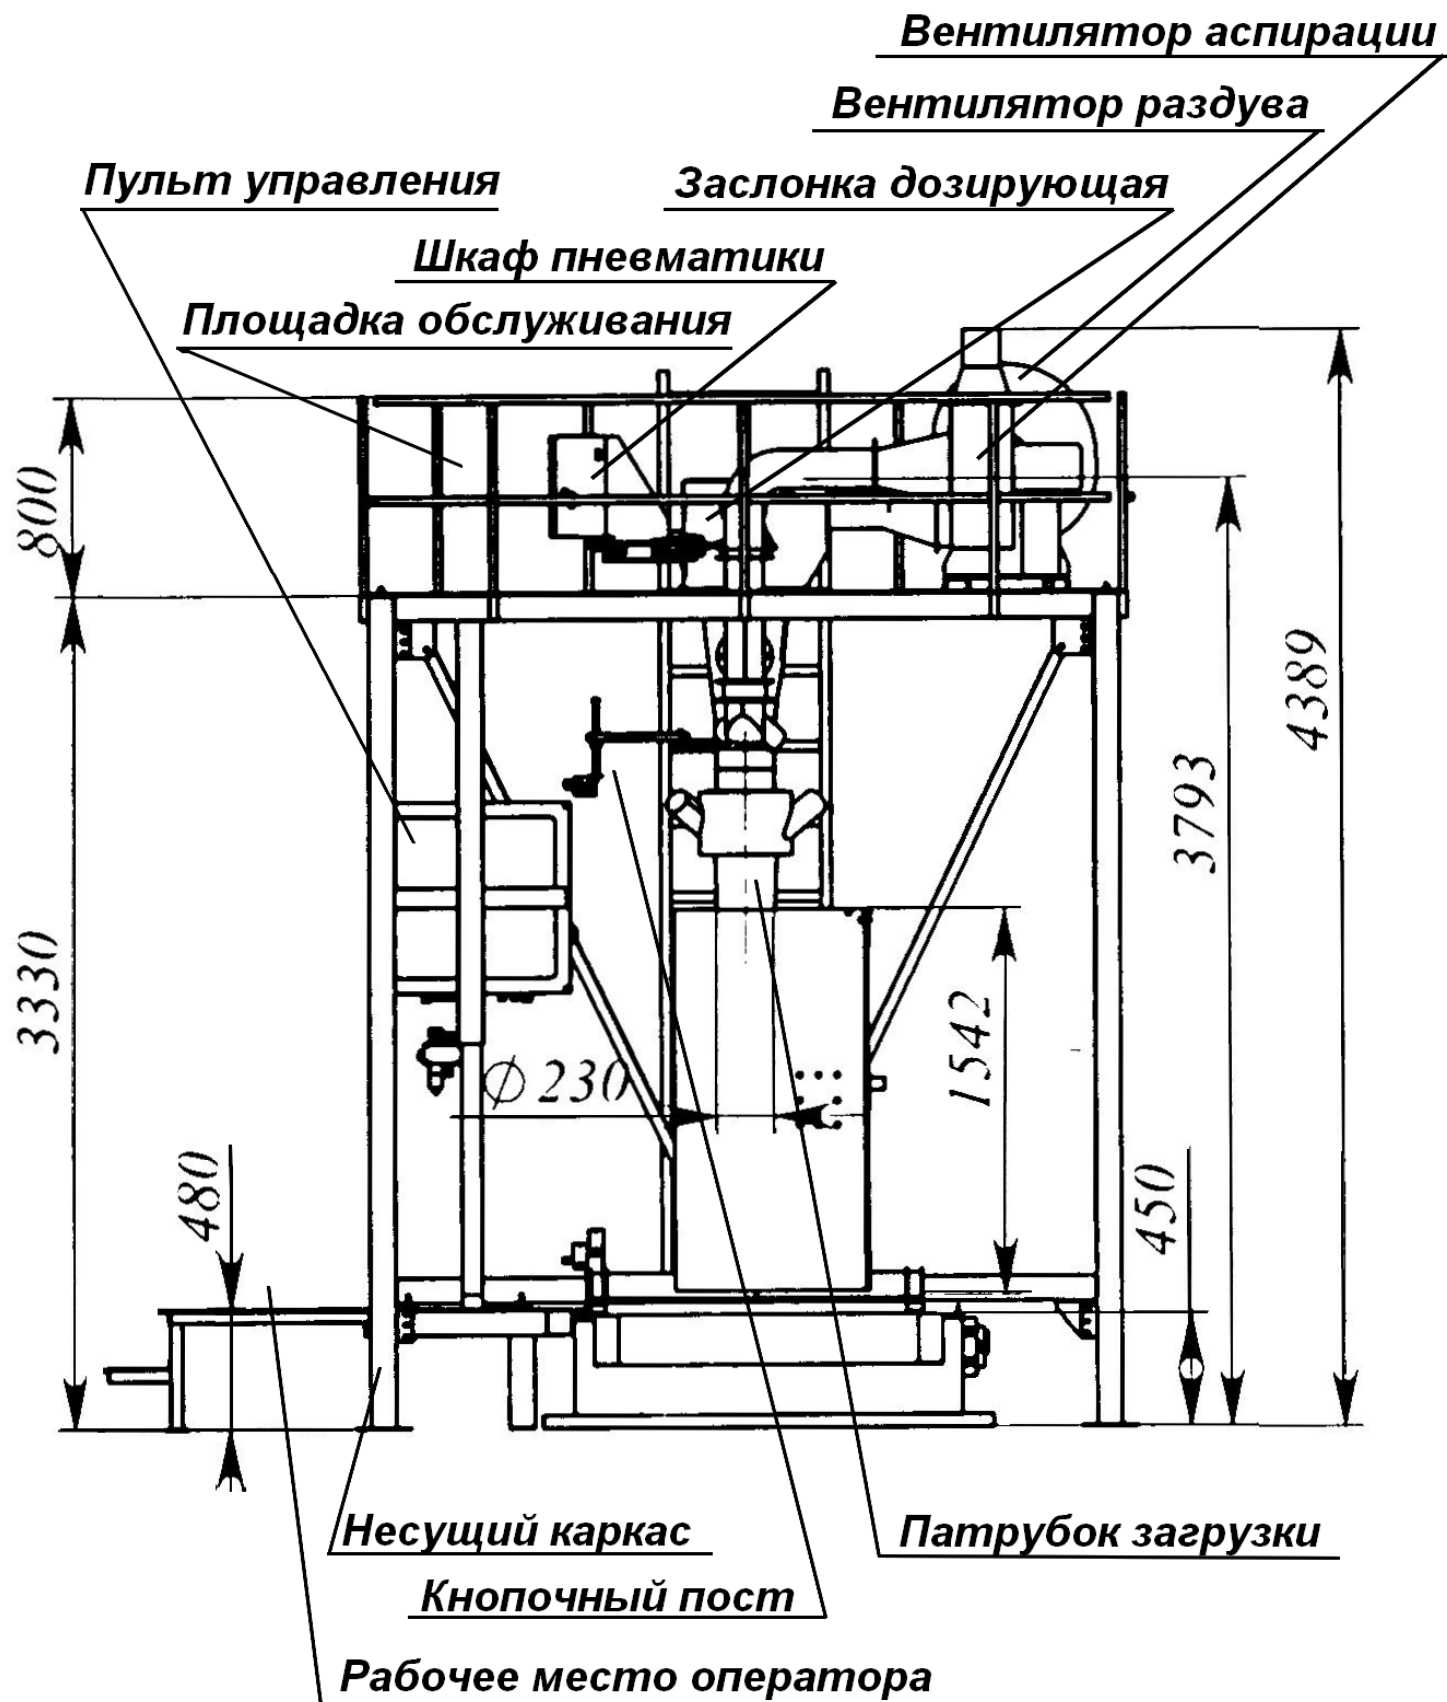

Рис. 3.
5. Для обеспечения высокой производительности фасовки в сочетании с высокой точностью необходимо наличие надвесового накопительного бункера (под которым устанавливается дозирующая заслонка (см. Рис.3.)). Рекомендуемый объём надвесового бункера – 7-10 доз. Для обеспечения ритмичной работы бункер необходимо начинать пополнять при остатке продукта 2,5-3 дозы.
Габаритно-установочные размеры Дозатора представлены на Рис. 3 - 5.